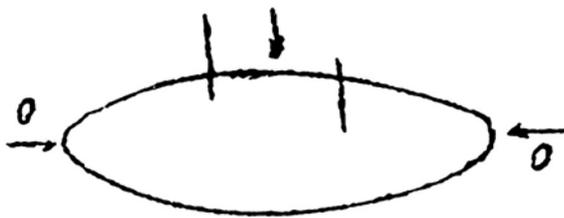

图 19
(15) 电极在电场方向机械移动 (图 19), 波形特征: 仅在试验电压的半周 (正或负) 上出现的与峰值对称的两个放电响应, 幅值相等而脉冲方向相反。起始电压时两个脉冲在峰值处靠得很近, 电压升高时逐渐分开, 并可能产生新的脉冲讯号对。原因: 电极的部分 (尤其是金属箔电极) 在电场作用下运动。